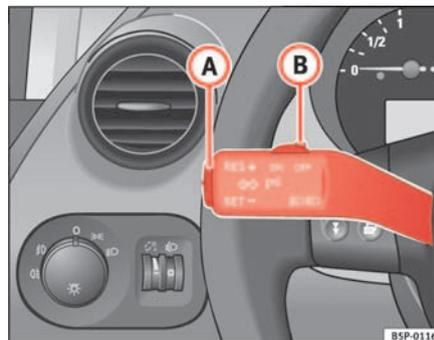

Fig. 141 Levier des clignotants et de l'inverseur-codes : contacteur et touche à bascule pour le régulateur de vitesse
- Appuyez une fois brièvement sur la partie inférieure **SET** de la commande à bascule ⇒ fig. 141 **A** lorsque la vitesse à mémoriser est atteinte. ▶